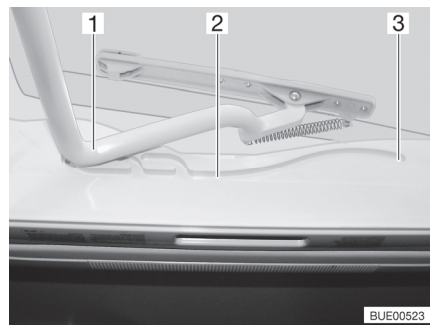

Fig. 18 Guida (oblò Heki)
- Tirare la staffa (Fig. 18,1) nelle guide (Fig. 18,2) fino alla posizione più all'indietro (Fig. 18,3).
- Spingere la staffa (Fig. 18,1) leggermente verso l'alto con ambedue le mani.
- Tirare la staffa nelle guide (Fig. 18,2) fino alla posizione desiderata.